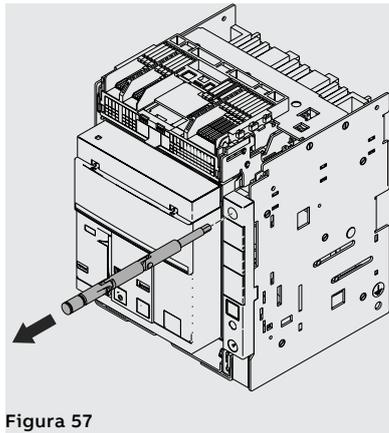

Figura 57
4. Estrarre la manovella di sezionamento dalla propria sede. Vedi Figura 57.